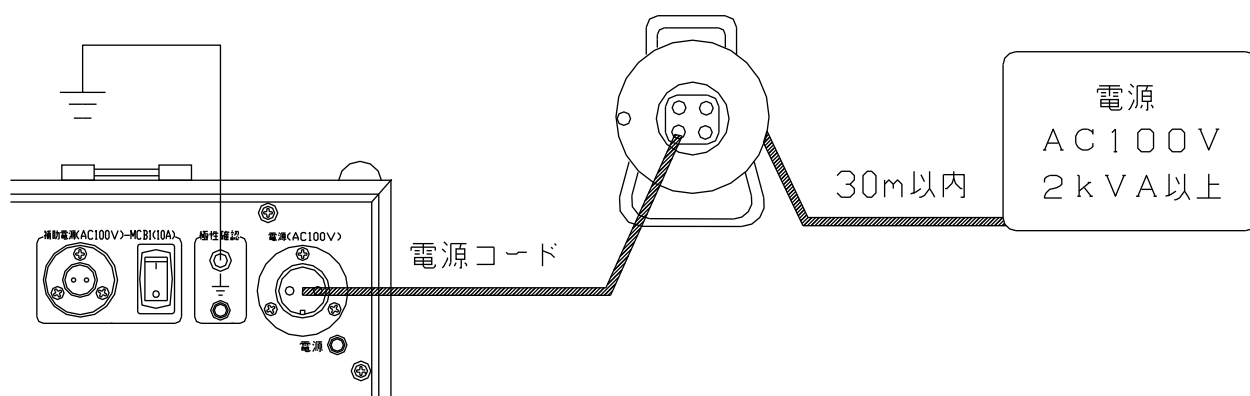

図1：電源の供給方法
1. 試験装置の電源を準備します。商用電源又は、発電機（2kVA以上）でコードリールは、30m以内にし、ドラム内に巻き残しのないようにすべて引き出して下さい。（図1）